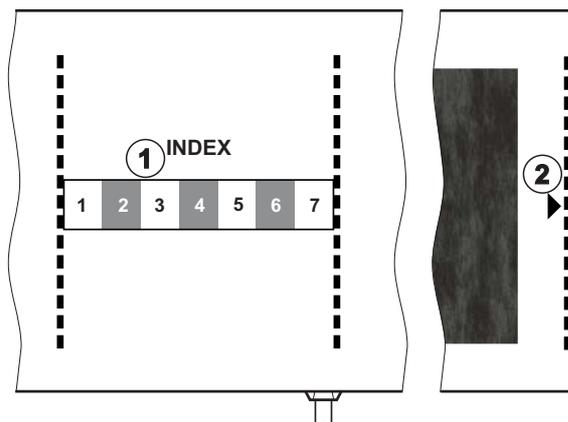

Abb. 11-6 Markierungen für die richtige Druckmanschettengröße
Die Druckmanschettengröße passt zum Oberarmumfang des Patienten, wenn die mit einem Pfeil markierte, gestrichelte Linie (am Rand der Manschette, siehe Abb. 11-6, ②) in dem mit „INDEX“ markierten Bereich (①) liegt, wenn die Manschette angelegt ist.